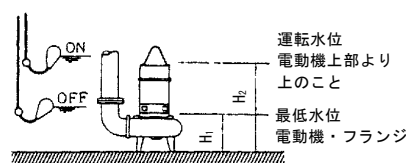

図 3
- 7) 非自動形ポンプ(DL型)は、フロートによる自動運転装置が内蔵されていないので、ポンプ運転水位には十分注意してください。なお運転可能な最低水位付近で10分以上の連続運転で使用しますと、電動機保護装置が作動しますのでご注意ください。ポンプの空運転がないように図3の如く、必ず自動運転装置を設け水位設定を願います。